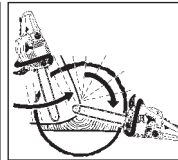

рис. 10D
2. Если диаметр спиливаемого дерева больше длины шины, то сделайте два пропила (рис. 10D).